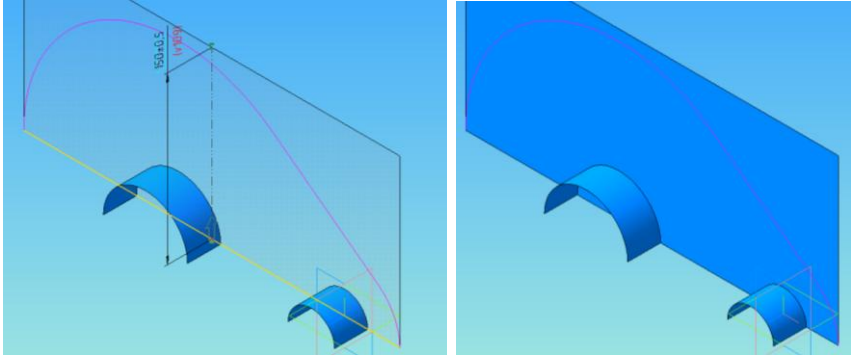

Рис.5 – Видавлювання поверхні за Ескізом 4
7. Виконати операцію *Поверхність выдавливання* на відстань приблизно 150 мм (Рис.5).